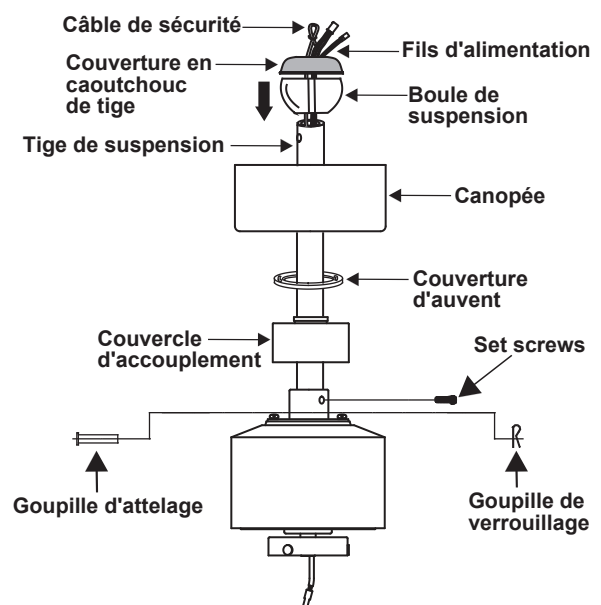

Figure 8
6. Acheminez les fils et le câble de sécurité sortant du haut du moteur du ventilateur à travers le couvercle d'accouplement, le couvercle de l'auvent et l'auvent, puis à travers la boule/la tige de suspension. (Fig. 8)
7. Alignez les trous au bas de la tige de suspension avec les trous du collier en haut du boîtier du moteur. Insérez soigneusement la goupille d'attelage dans les trous du collier et de la tige de suspension. Veillez à ne pas coincer la broche contre le câblage à l'intérieur de la tige de suspension. Insérez la goupille de verrouillage dans le trou près de l'extrémité de la goupille d'attelage jusqu'à ce qu'elle s'enclenche dans sa position verrouillée. (Fig. 8)
9. Réinstallez soigneusement la boule de suspension sur la tige de suspension avec la goupille transversale et la vis de réglage. Placez le couvercle en caoutchouc de la tige de suspension sur la boule de suspension. (Fig. 8)